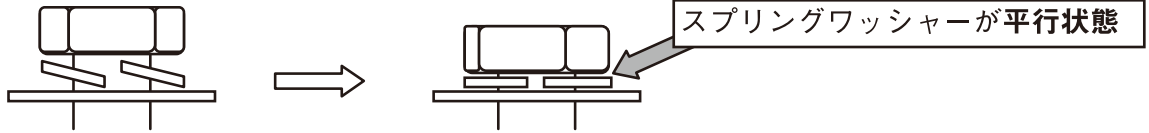

図1
- ① スプリングワッシャーが平行状態となっていることを確認してください。(図1)